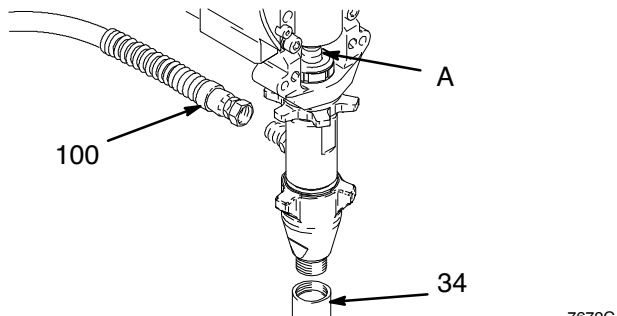

Рис. 15
3. См. Рис. 15. Проверните насос, чтобы шток поршня (A) занял самое нижнее положение.
4. См. Рис. 15. Отсоедините трубку всасывания (34) и шланг (100).